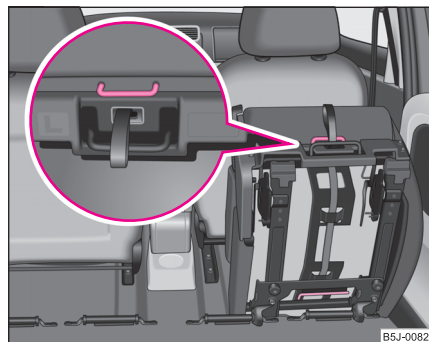

Fig. 56 Mănerul de pe suprafața de ședere
- Scoateți scaunul, de mânerul de pe suprafața de ședere ⇒ fig. 56.